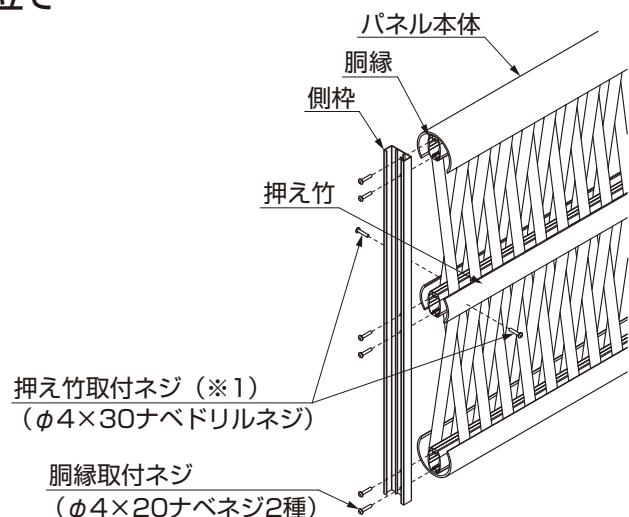

図3-3
①パネル切り捨て側の側枠と脊縁取付ネジを取り外して、パネル使用側に組付けてください。(図3-3参照)